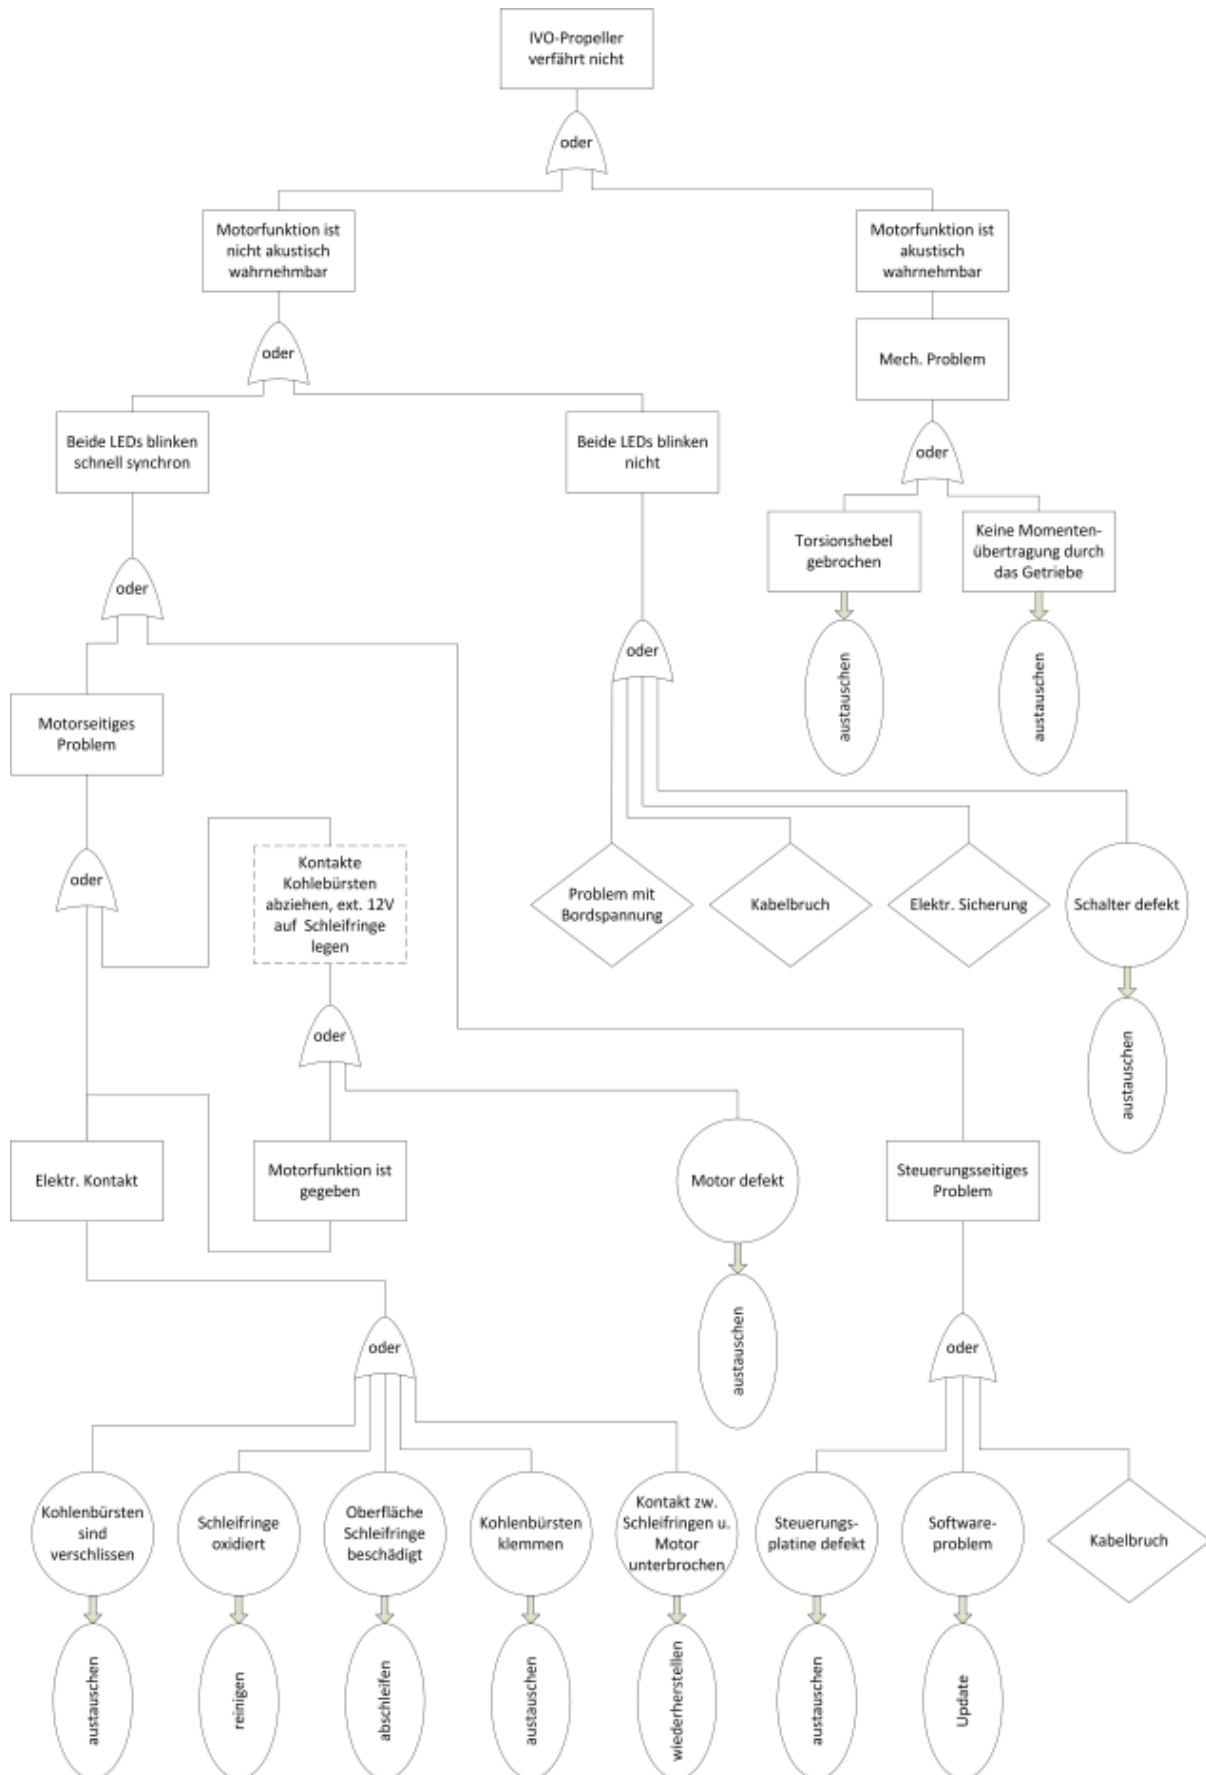

Abb. 1 – Fehlerbaum IVO Verstellpropeller
- 6 Fehlersuche anhand des Fehlerbaums (Abb.1) durchführen.